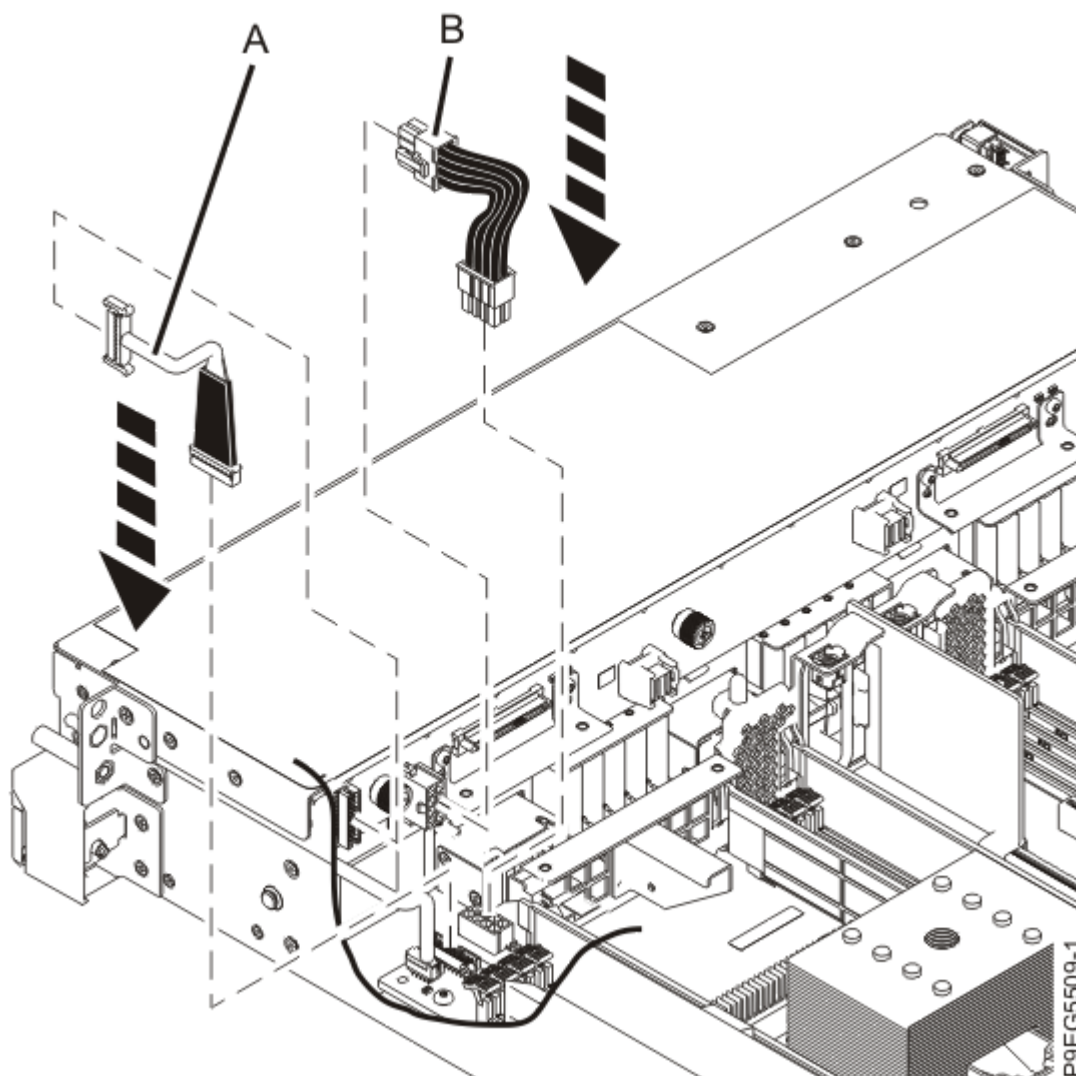

図 15. 信号ケーブルおよび電源ケーブルの再接続
4. ラベルを確認して、信号ケーブル **(A)** および電源ケーブル **(B)** をディスク・ドライブ・バックプレーンに再接続します (17 ページの図 15 参照)。